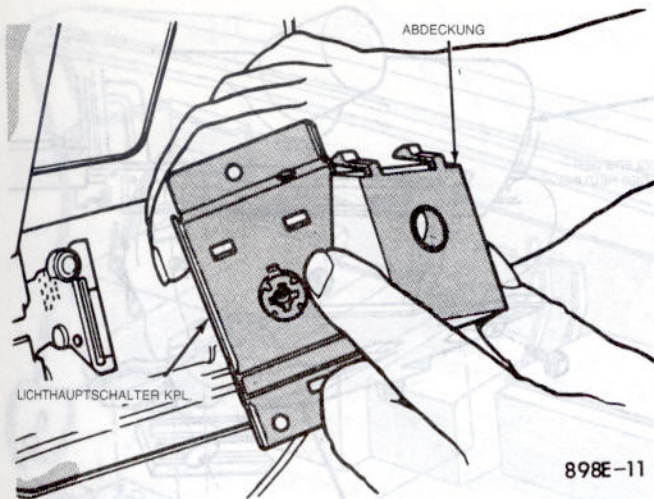

Abb. 5 – Abdeckung des Lichthauptschalters
- (2) Abdeckung einrasten (Abb. 5).